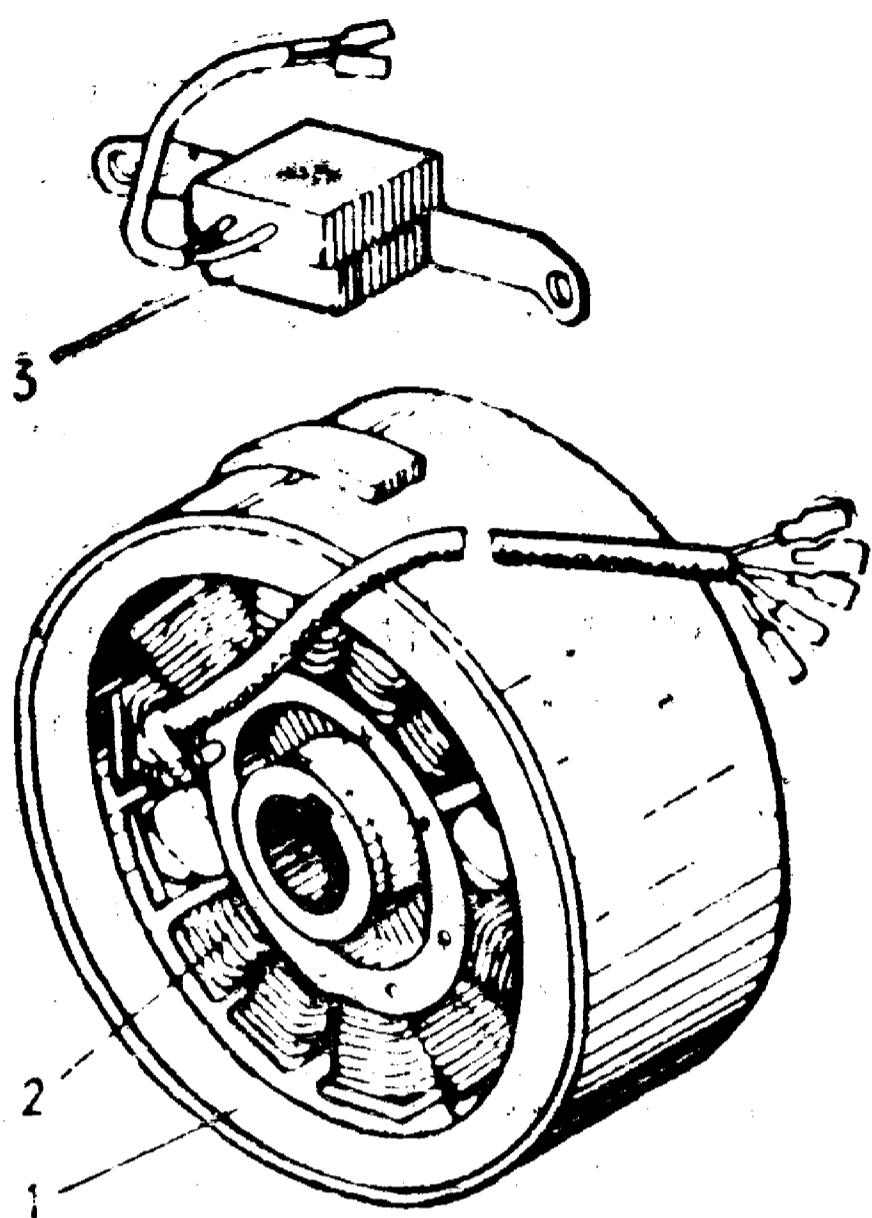

Рис. 30. Генератор и датчик зажигания:
5.4.1. Генератор (рис. 30) переменного тока однофазный с возбуждением от постоянных магнитов.
5.4.6. Датчик зажигания (рис. 30) предназначен для создания управляющего импульса для коммутатора зажигания. В процессе эксплуатации ухода не требует и ремонту не подлежит.